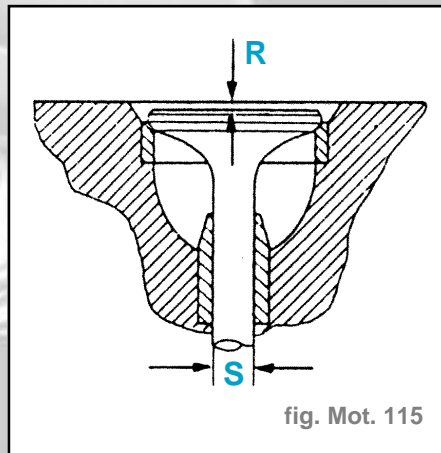

fig. Mot. 115
- Si le jeu entre la queue et le guide de soupape est trop important, on rectifie le guide et on met en place des soupapes aux cotes de réparation, avec un diamètre de queue supérieur de **S = +0,1 mm** (fig. Mot. 115).
- Tenir compte du retrait de la soupape (fig. Mot. 115).
- Rectifier les sièges de soupape jusqu'à ce que le retrait "R" prescrit soit atteint (fig. Mot. 115).